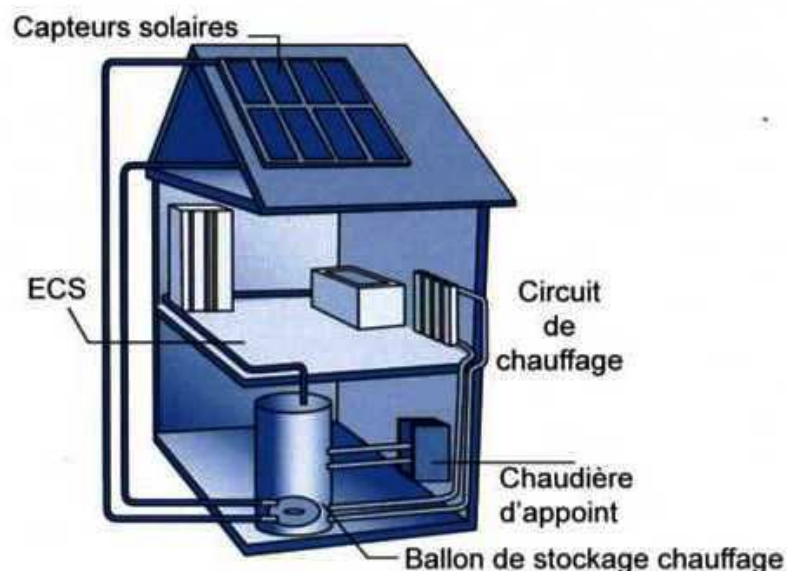

Fig. 5.2 – Système combiné chauffe-eau/chauffage
- en figure 5-2 : un système combiné.